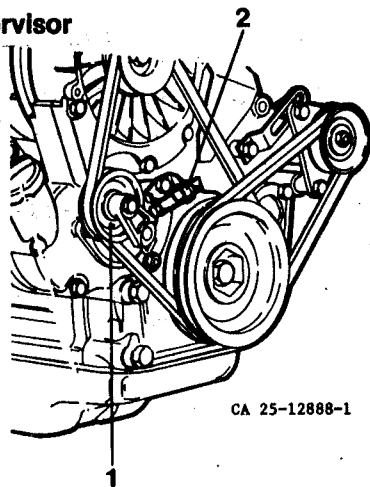

Fig. 31 Control de la correa trapezoidal y supervisor de la misma
Controlar al mismo tiempo que funcione el supervisor de correa de ventilador. La señal acústica deberá sonar cuando se oprime el contacto (2) de supervisión de correa trapezoidal, fig. 31.
Oprimir el contacto (2, fig. 31) con lo cual deberá sonar la señal acústica del rodillo. Si el sistema de alarma no funciona, deberá repararse inmediatamente.